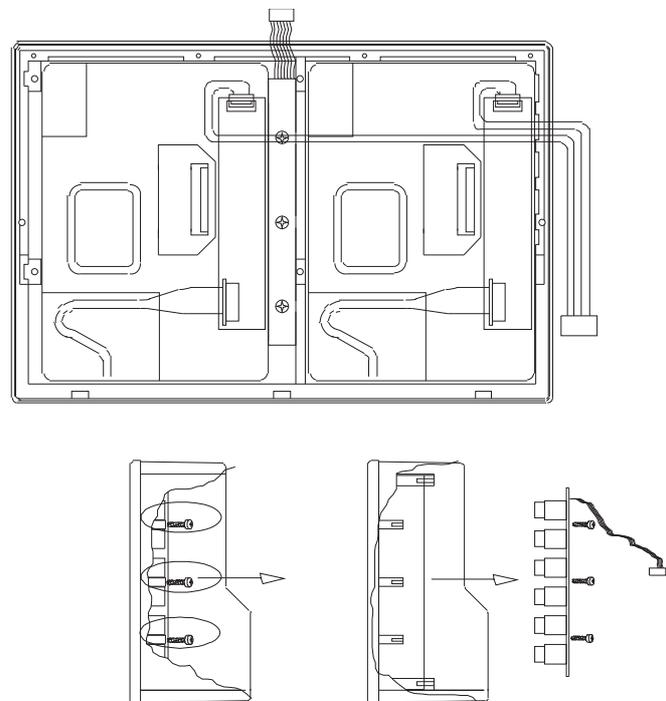

Bild D 8-6: Entfernen des Tastenprints
9. Lösen Sie die Befestigungsschrauben des Tastenprints und entfernen Sie die Printplatte aus dem Gerät (Bild D 8-6).